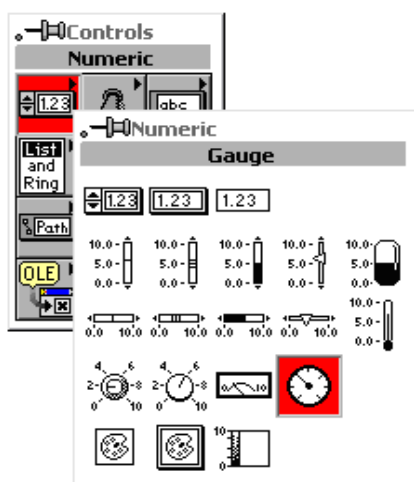

Рисунок 3.1 – Палитра пиктограмм
3. Продолжая удерживать правую кнопку мыши, переместить стрелку курсора на элемент “Numeric” («Числовые»), а также на палитру, которая в результате этого появится (рисунок 3.1). Когда курсор мыши проходит через каждую пиктограмму, имя соответствующего элемента появится в нижней части палитры. Отпустить кнопку мыши, когда стрелка окажется на пиктограмме “Gauge”(«Указатель»). Также дважды повторить этот шаг, но при этом выбирается “Digital Control” («Цифровой Элемент управления»).